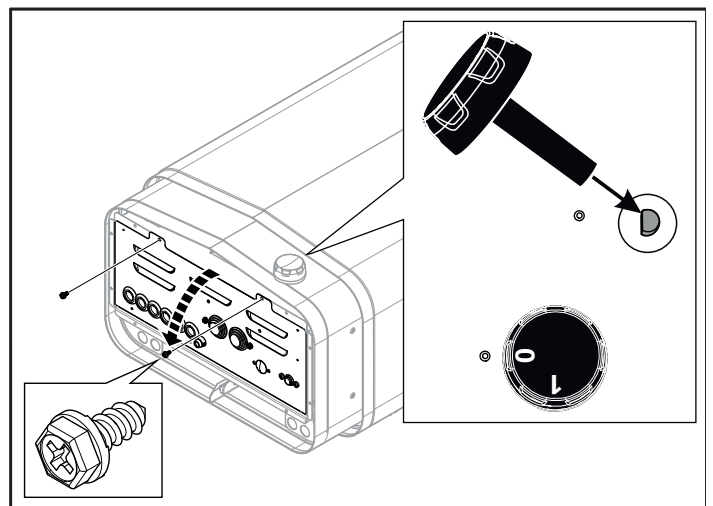

Figura 8: Apertura/chiusura del coperchio
1. Appoggiare la stufa con la parte anteriore rivolta verso l'alto. Installare la manopola (vedere Figura 8).
2. Svitare le viti e aprire il coperchio (vedere Figura 8).
7. Chiudere il coperchio e serrare le viti (vedere Figura 8).